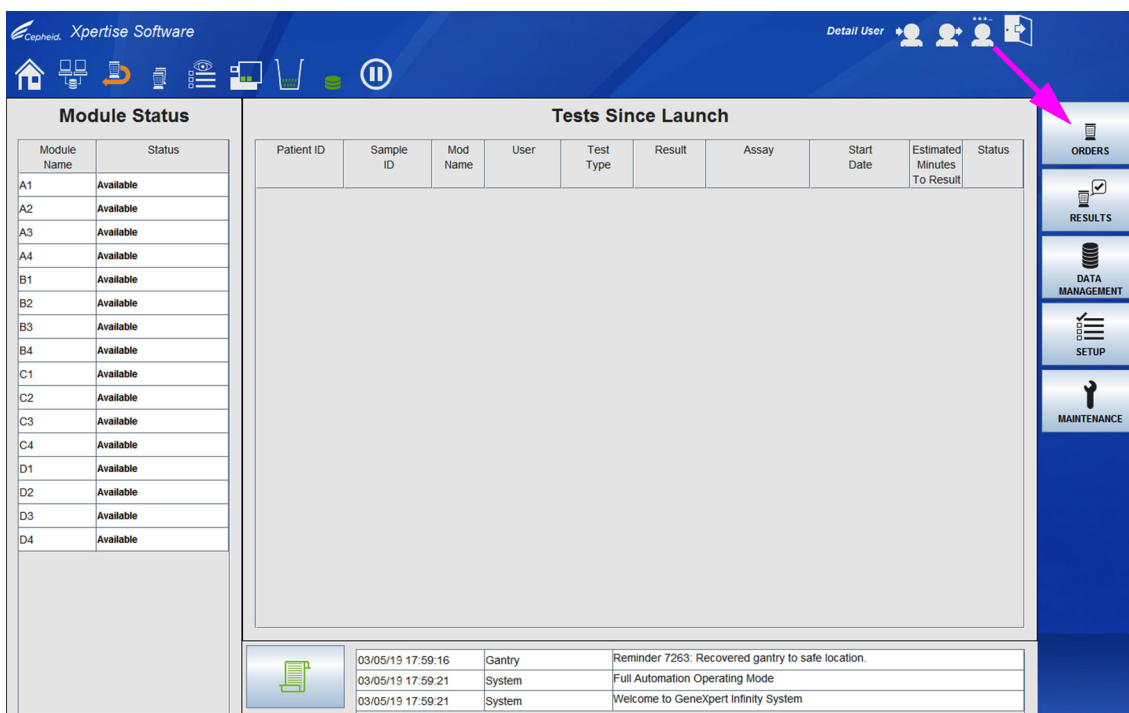

図 5-26. Xpertise Software ホームワークスペース
ソフトウェアの起動時に、システムは自動化システムのステータスを確認し、GeneXpert モジュールで自己テストを実行してから、有効な Xpertise Software ホームワークスペースを表示します。図 5-26 を参照。
1. Xpertise Software ホームワークスペースで、**オーダー (ORDERS)** ボタンを選択します。図 5-26 を参照。オーダーメニュー (Orders Menu) ワークスペースが表示されます。図 5-27 を参照。